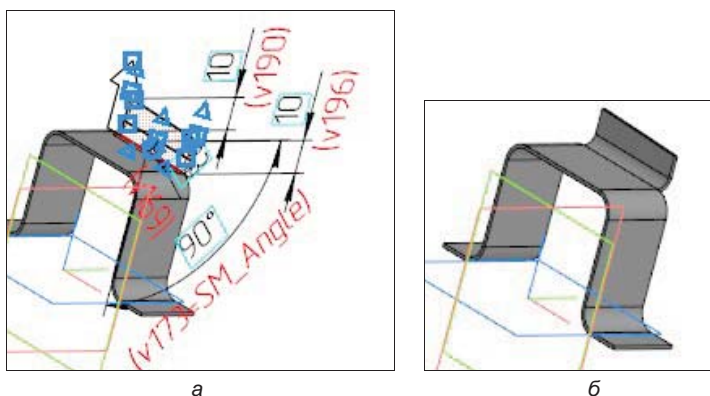
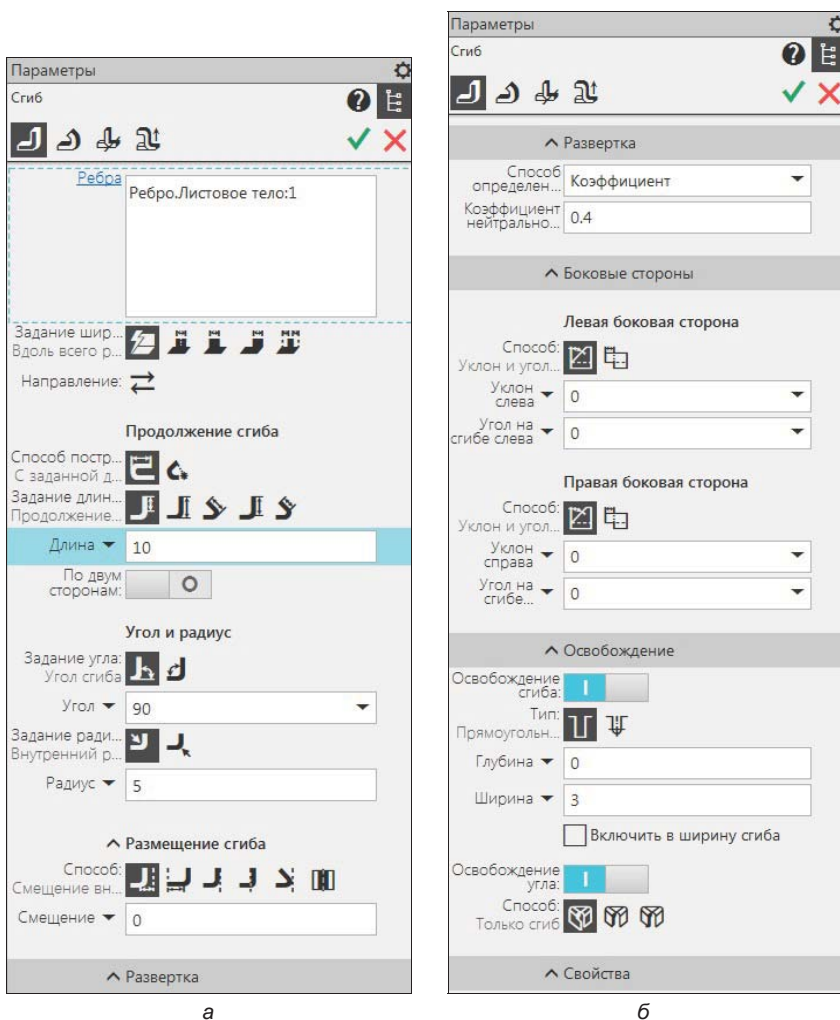

Рис. 29.11. Фантом сгиба (а); сгиб на модели 2 (б)
Рис. 29.12. Панель Параметры: Сгиб: верхняя часть (а); продолжение (б)
- ◆ нажмите кнопку **Сгиб** — в окне модели появляется фантом сгиба (рис. 29.11, а). На панели **Параметры: Сгиб** (рис. 29.12) в заголовке имеются все команды группы **Сгиб**. Элементы управления параметрами сгиба рассмотрены в табл. 29.3;
- ◆ нажмите кнопку **Создать объект**. У вас должно получиться как на рис. 29.11, б. В Дереве модели появился элемент **Сгиб 1**. Сохраните листовую деталь под именем Скоба 2.1.